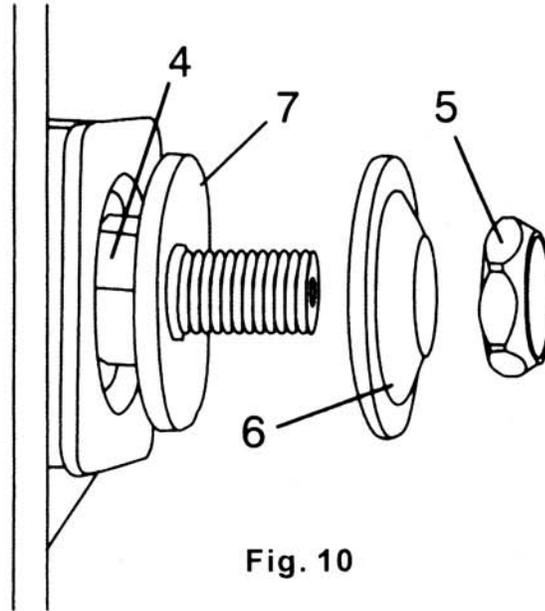

Fig. 10
2. Suba el árbol del disco (4) a su altura máxima girando la manivela en sentido contrario a las manecillas del reloj (Fig. 10). Quite la tuerca del árbol (5) y la pestaña (6).
4. Ensablé la pestaña (6) y la tuerca (5), apriétela lo más posible con la mano, asegurándose de que la sierra esté contra la pestaña interior (7) (Fig. 10).